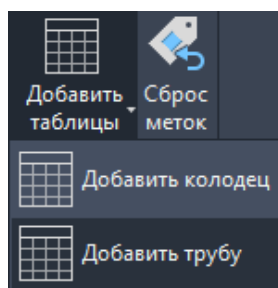

Рис. 4.9. Команда добавления таблиц
17.левой кнопкой мыши выберите трубу на плане (синяя линия) и на ленте интерфейса выберите команду **Добавить таблицу – Добавить трубу** (рис. 4.9).